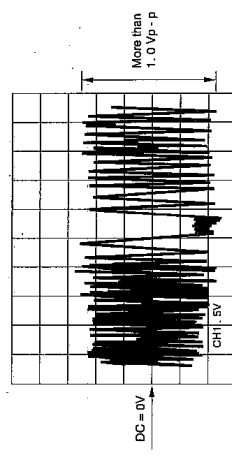

Figure 29-3
*1: When the play mode APSS **◀▶** button is pressed, adjustment of tracking error balance. (Tracking servo off) Adjust so as to obtain symmetric waveform (Figure 29-3.) when DC is 0 V. After adjustment, APSS **◀▶** button is pressed.
*1: Lorsque l'on appuie, en mode lecture, sur la touche APSS **◀▶**, on peut régler la balance d'erreur d'alignement. (Asservissement d'alignement arrêté) Effectuer le réglage de façon à obtenir une forme d'onde symétrique (Fig. 29-3) lorsque la tension CC est de 0 V. Le réglage une fois terminé, appuyer sur la touche APSS **◀▶**. (Asservissement d'alignement marche)